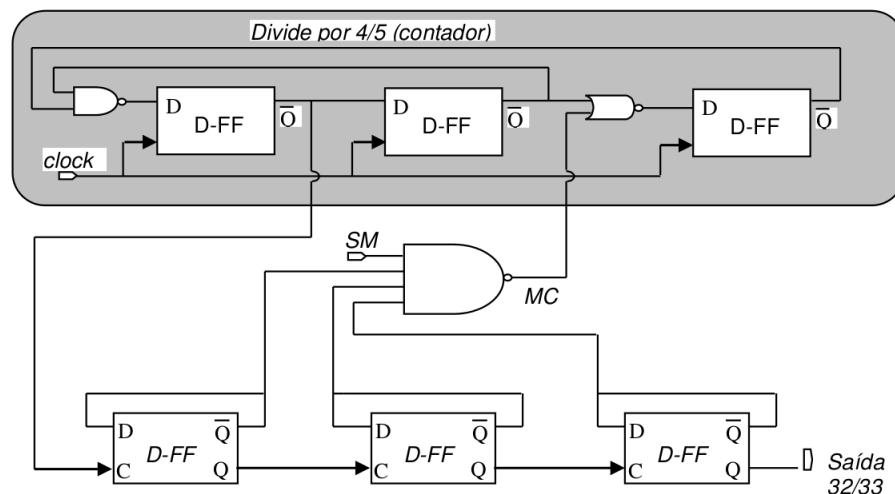

Figura 10: *Prescaler* 32/33
13. Considere agora o circuito da **Figura 10**.